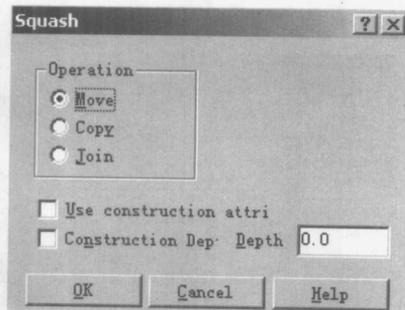

图 1-16
(16) 在转换 (Xform) 的 Squash (挤压) 功能, 增加了一个对话框, 如图 1-16 所示。